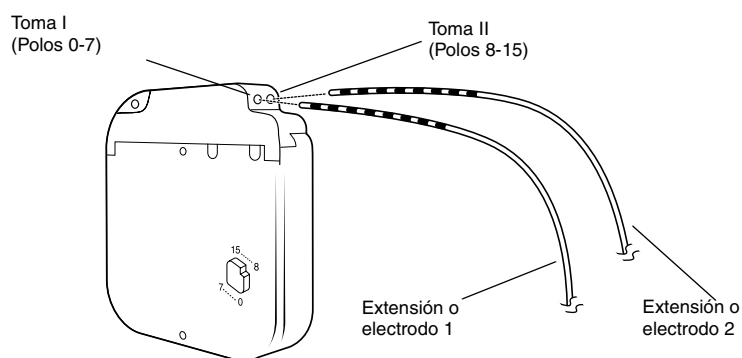

Figura 1. Introduzca completamente los terminales para conexión de la extensión o del electrodo en el neuroestimulador.
3. Inserte los terminales para conexión de la extensión o del electrodo apropiados en la toma correspondiente del neuroestimulador hasta que queden totalmente encajados dentro del bloque de conexión (Figura 1).